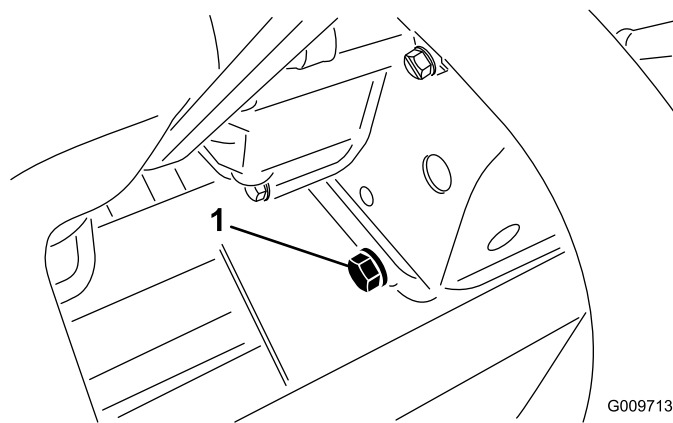

Figure 55
2. Retirez le bouchon de vidange (Figure 55) et laissez couler l'huile dans un bac de vidange.